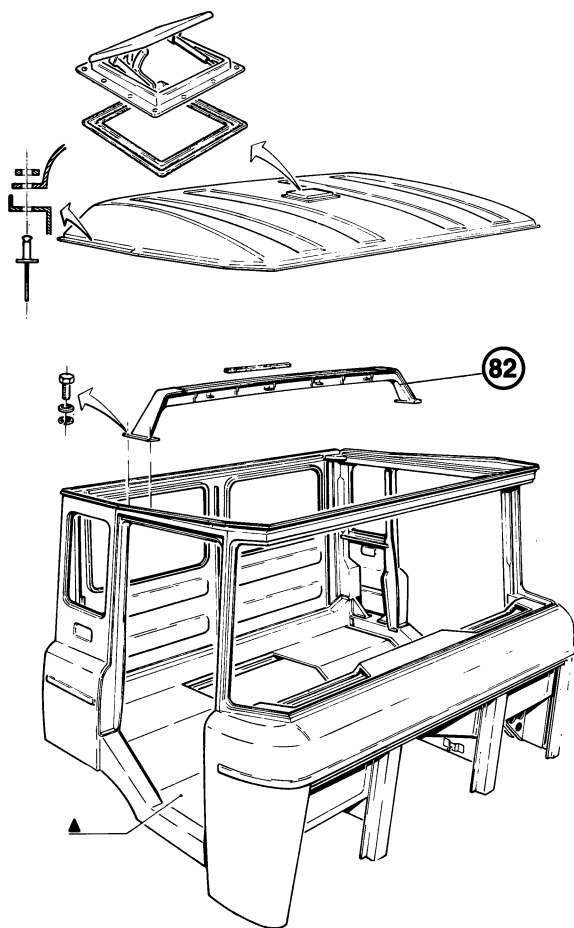

Fig. 7.
1. Zet de kunststof kap op de dakrand van de cabine. Let er op dat de rand van de kap goed in de dakrand valt (fig. 7).
3. Zet de kunststof kap met behulp van popnagels en ringen tegen de dakrand van de cabine vast (fig. 7).
Trek (indien gewenst) de twee elektrische kabels voor de bedleeslamp vanuit de rechter-achterportierstijl door de dakbalk (82, fig. 7) tot aan de plaats waar later de bedleeslamp gemonteerd zal worden. Plak de kabeleinden zolang met een stukje plakband tegen de dakbalk vast.